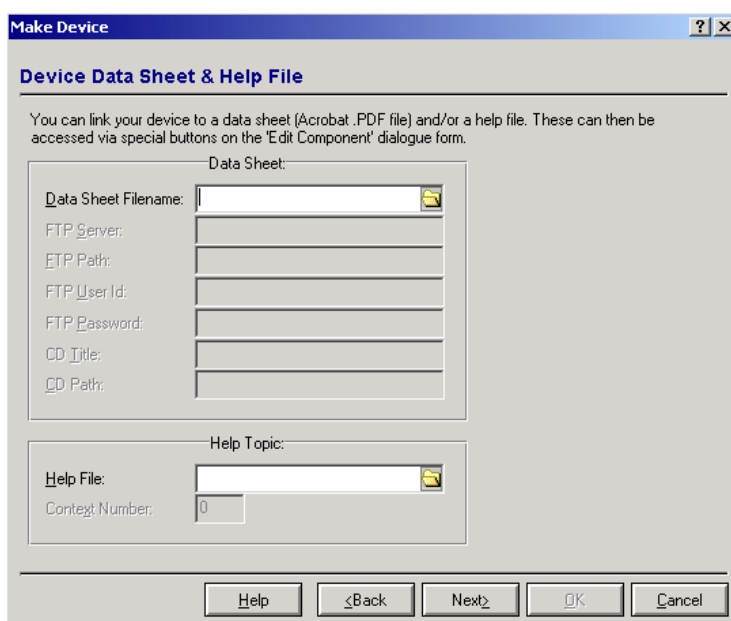

Figura 53: Janela *Make Device* para definição do *Device Data Sheet & Help File*.
10. Na janela **Device Data Sheet & Held Fill**, figura 53, configure as informações: